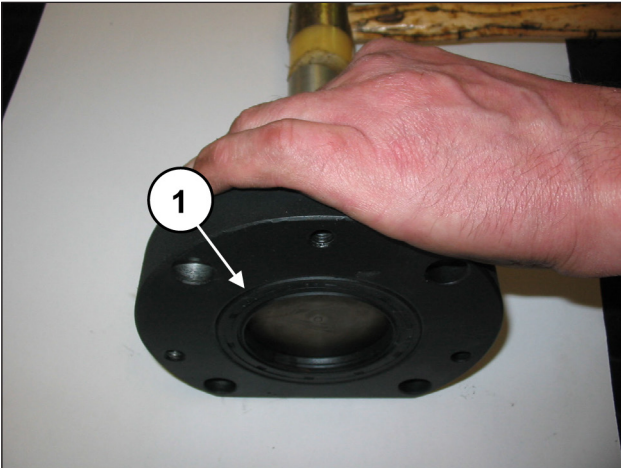
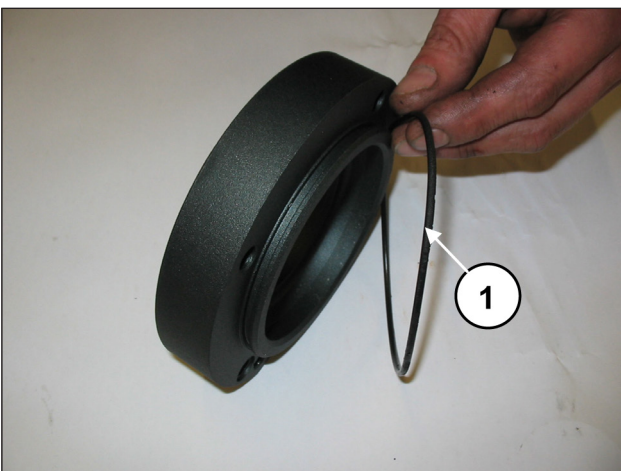

Abb. 28
Abb. 29
Entfernen Sie den radialen Dichtring (Pos. ①, Abb. 28) den äußeren O-Ring (Pos. ①, Abb. 29) und den O-Ring der Schmierbohrung (Pos. ①, Abb. 30).